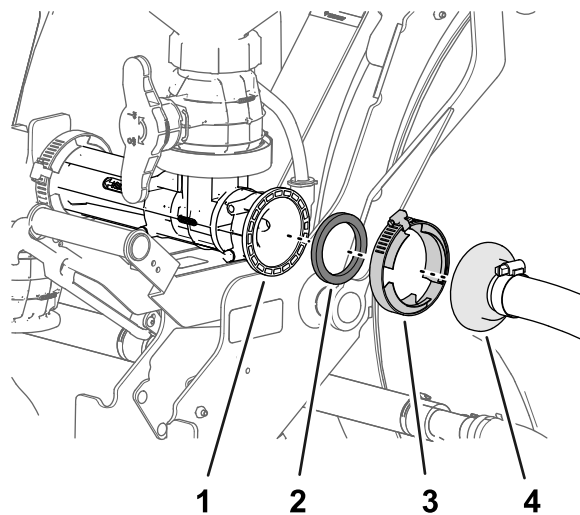

Рисунок 31
1. Прикрепите, не затягивая, прямой штуцер типа «елочка» шланга подачи эдуктора, к фланцу эдуктора, используя прокладку и фланцевый хомут (Рисунок 31).